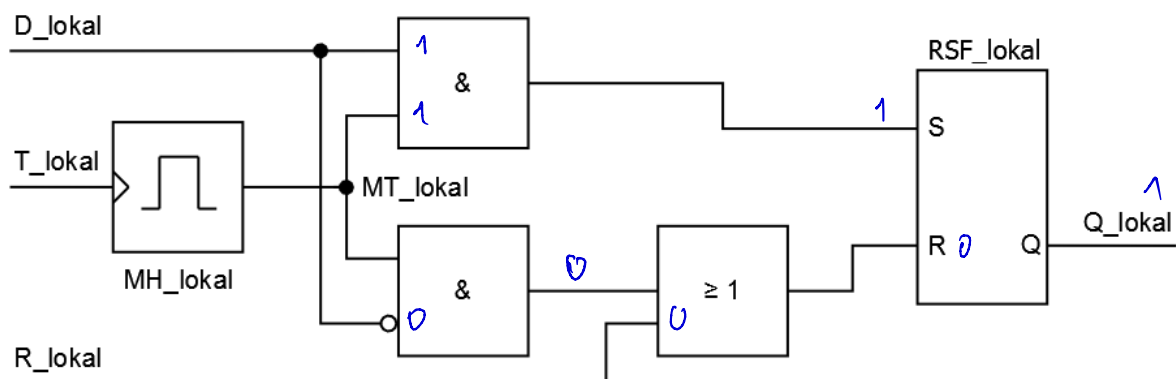

Abbildung 3.1: Logikplan D-FF, der im FB realisiert werden soll
Als Übung wird ein D-FlipFlop in einem Funktionsbaustein (FB) aufgebaut. Abbildung 3.1 zeigt den Logikplan, der realisiert werden soll.